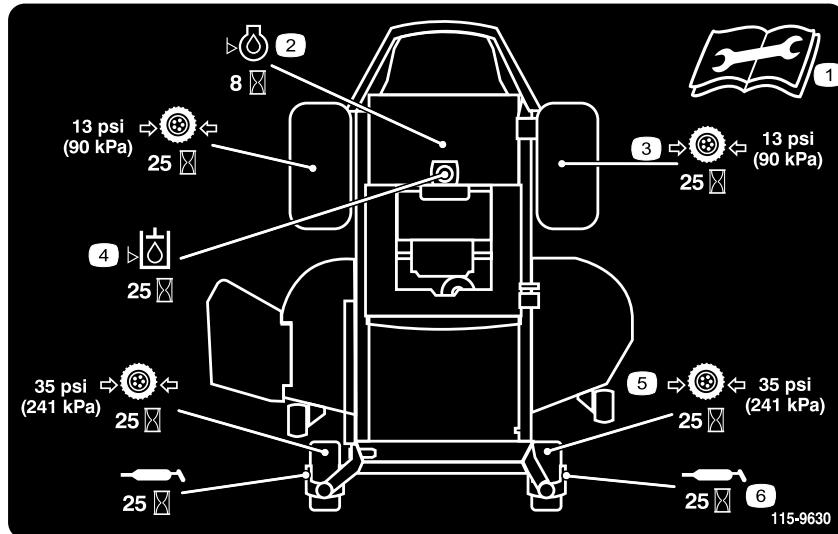
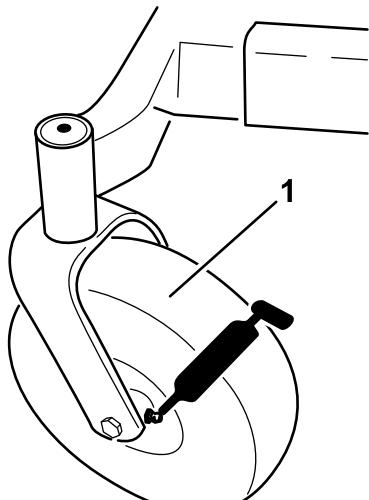

Bild 36
Bild 37
3. Reinigen Sie die Schmiernippel (Bild 37 und Bild 36) mit einem Lappen. Kratzen Sie bei Bedarf Farbe vorne von den Nippeln ab.
4. Setzen Sie die Fettpresse nacheinander an allen Nippeln an (Bild 37 und Bild 36). Fetten Sie die Nippel, bis das Fett beginnt, aus den Lagern auszutreten.